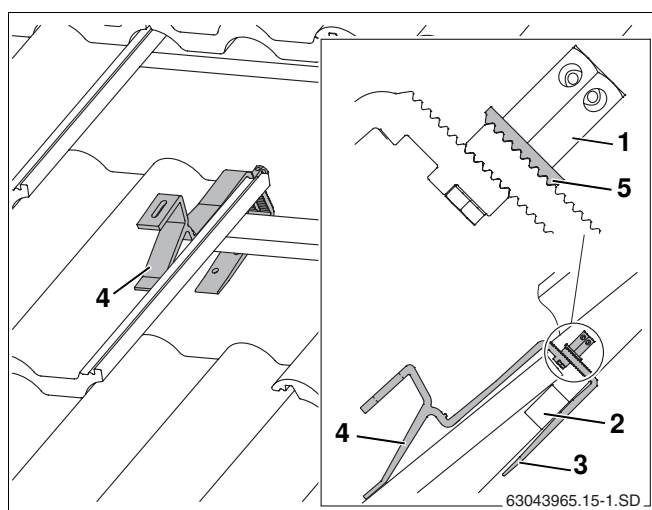

Fig. 13 Crochet de fixation accroché (pour une meilleure visibilité, certaines tuiles n'ont pas été représentées)
- ▶ Accrocher le crochet de manière à ce que l'appui avant soit posé dans le creux de la tuile (fig. 13, **pos. 4**).
- ▶ Glisser la partie inférieure du crochet (fig. 13, **pos. 3**) vers le haut jusqu'à ce qu'elle adhère à la latte (fig. 13, **pos. 2**).
- ▶ Serrer à fond l'écrou long à tête hexagonale (fig. 13, **pos. 1**). Pour cela, insérer la clé plate SW5 dans une perforation de l'écrou et tourner.
La rondelle dentelée (fig. 13, **pos. 5**) doit s'agripper dans les dents de la partie inférieure du crochet.